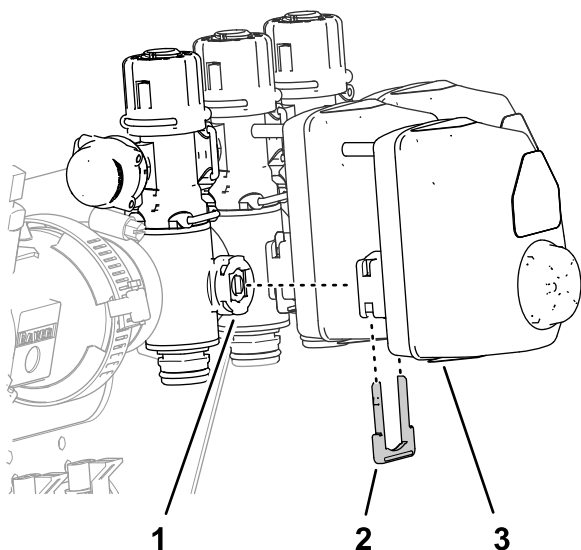

Figura 64
1. Rimuovete i 3 fermi che fissano i 3 attuatori delle valvole sulle valvole delle sezioni di sinistra, destra e centrale (Figura 64).
2. Rimuovete gli attuatori delle valvole dalle valvole delle sezioni di sinistra, destra e centrale (**Figura 64**).
10. Montate i 3 attuatori delle valvole sulle valvole di sezione di sinistra, destra e centrale (Figura 64) con i fermi che avete rimosso al passaggio 1.